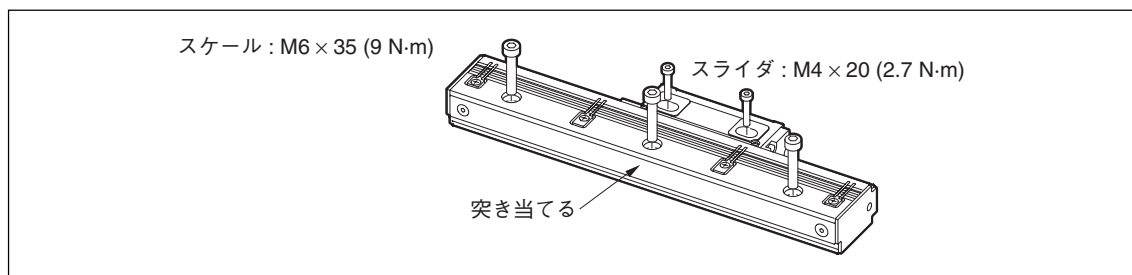

図2-4
- スケール取付ねじは一度に締めず、仮締めし、平行度を出してから規定トルク(図2-4参照)で締め付けてください。